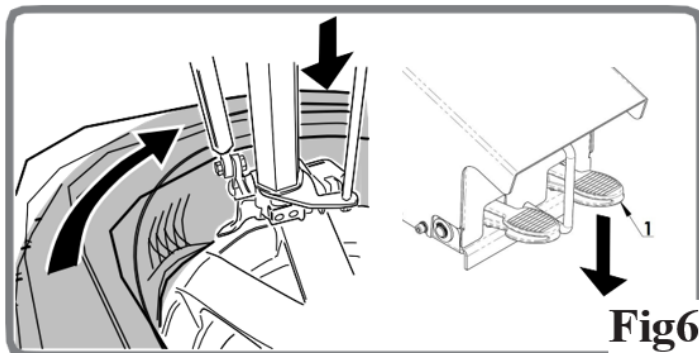

Fig61
Montering af nederste dækside (Fig61)
- Placer dækkets nederste dækside under værktøjet, og tryk samtidig let på dækket med hånden, mens du starter rotationen af hjulet (1, Fig61) for at lette indsættelsen af dæksiden.